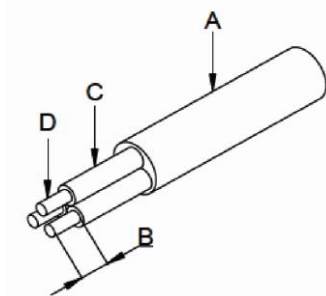

Figura 3-9 Retire os cabos PE/N/L
1. Retire os cabos L/N/PE conforme a figura 3-9: